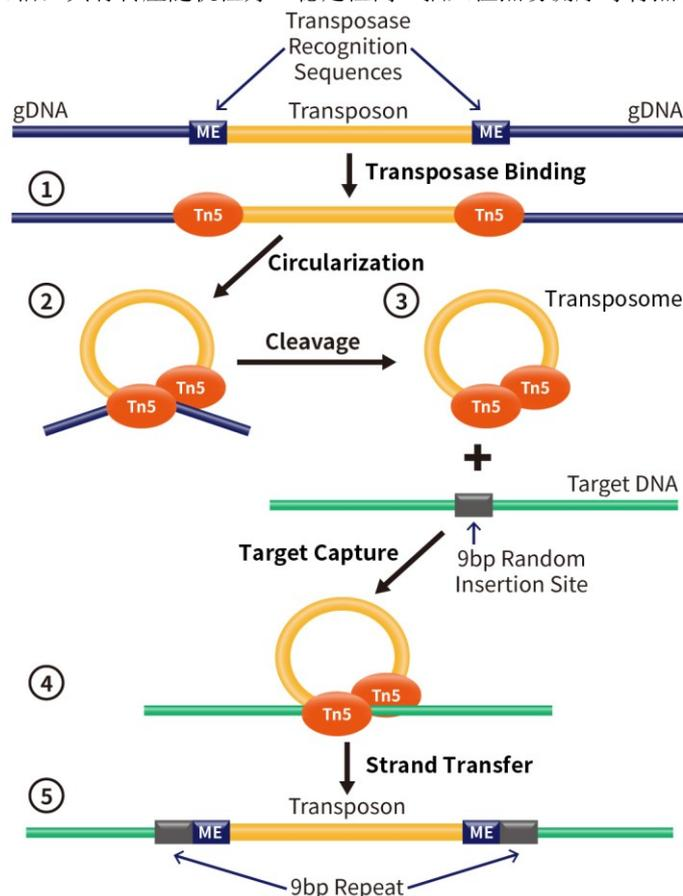

图1. 碧云天的BeyoNGS™ Tn5 Transposase的工作原理图。
- BeyoNGS™ Tn5 Transposase与Tn5 Transposase的工作原理相同。Tn5转座酶的工作原理如图1所示。当转座事件发生时, 两个Tn5转座酶分子结合到供体DNA (Donor DNA)的转座子的ME序列, 形成两个Tn5转座酶分子与供体DNA的复合物①, 随后两个Tn5转座酶分子通过C末端相互作用进行联会并环化(Circularization)转座子, 形成一个Tn5转座酶二聚体复合物(Transposase dimer complex)②, 在Mg2+存在的条件下, Tn5转座酶切割供体DNA, 并携带供体DNA片段离开供体链形成转座体(Transposome)③, 当Tn5转座体识别靶点DNA (Target DNA), 也称受体DNA (acceptor DNA), 并结合到随机靶序列(Target